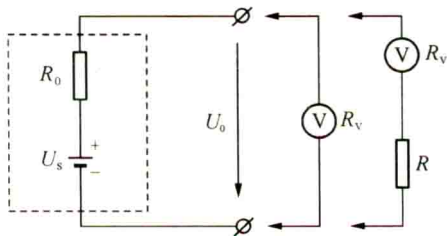

图 2-4 同一量限两次测量电压测量图
(4) 双量限电压表两次测量法。按图 2-4 电路,直流稳压电源取 $U_s = 2.5\text{ V}$, R_0 选用 50 k Ω 。用指针式万用表的直流电压 2.5 V 和 10 V 两挡量限进行两次测量,最后算出开路电压 U'_0 之值。数据填入表 2-4 中[$R_{2.5\text{V}}$ 和 $R_{10\text{V}}$ 参照(2)的结果]。
(5) 单量限电压表两次测量法。按图 2-4 电路,先用上述万用表直流电压 2.5 V 量限挡直接测量,得 U_1 。然后串接 $R = 10\text{ k}\Omega$ 的电阻再一次测量,得 U_2 。计算开路电压 U'_0 之值,数据填入表 2-5 中。